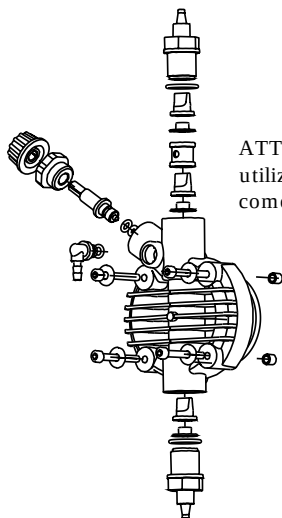

Fig. 10
2. Controllare almeno ogni 6 mesi il funzionamento della pompa, la tenuta delle viti e delle guarnizioni, per liquidi particolarmente aggressivi effettuare controlli anche più frequenti, controllare in particolare la concentrazione dell'additivo nell'impianto; una riduzione di tale concentrazione potrebbe essere determinata dalla usura delle valvole (che in tal caso vanno sostituite facendo attenzione nel rimontarle come in Fig. 10) o dall'intasamento del filtro che va pulito come al successivo punto 3.
Per effettuare questa operazione, se l'apparecchiatura non è fissata all'impianto si può farla pulsare per pochi secondi (15-30) tenendola capovolta e senza tubetti collegati ai raccordi, se ciò è impossibile smontare e rimontare il corpo pompa (Fig. 10), utilizzando le quattro viti di fissaggio.